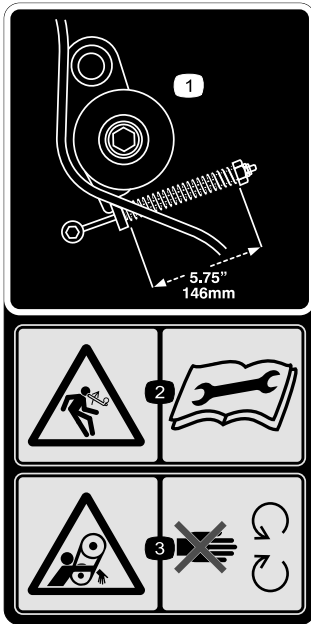

Figura 32
1. Compruebe la tensión correcta de la correa comprimiendo el resorte tensor hasta una longitud de 146 mm (5-3/4 pulgadas); consulte Figura 32.